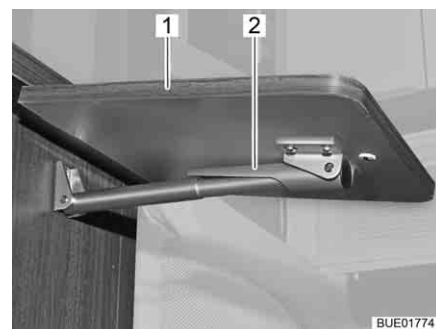

Fig. 77 Tavolo ribaltabile su bancone, sbloccato
- Sollevare leggermente il tavolo ribaltabile su bancone (Fig. 77,1). Con l'altra mano spingere verso l'alto il dispositivo di fissaggio (Fig. 77,2) sul supporto telescopico.